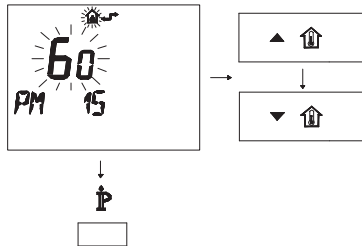

Figura 5.31
- Modificare il SET programmato agendo sui pulsanti ▲  o ▼  fino a visualizzare un **set di 60**, aspettare che il numero programmato cominci a lampeggiare (Figura 5.31)